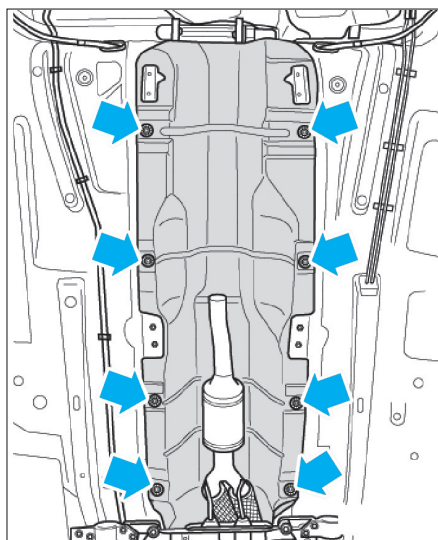

Fig. 10
- Déposer la tôle calorifique d'échappement conjointement avec le boîtier de levier de vitesses et ses câbles (Fig.10).